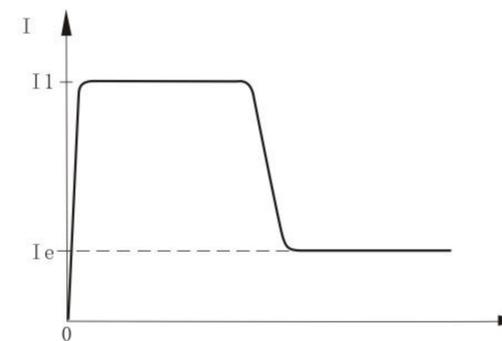

图6-1
- ① 代码F9设为0（限流）时为限电流起动模式。图6-1给出了限电流模式的电动机电流变化波形。其中I1为设定的起动限流值，当电动机起动时，输出电压迅速增加，直到电动机电流达到设定的限流值I1，并保持电机电流不大于该值，然后随着输出电压的逐渐升高，电机逐渐加速，当电动机达到额定转速时，旁路接触器吸合，输出电流迅速下降至电机额定电流Ie或以下，起动过程完成。
- ② 当电动机负载较轻或设定的限流值较大时，起动时的最大电流也有可能达不到设定的限流值时属正常。限电流起动模式一般用于对起动电流有严格限制要求的场合。